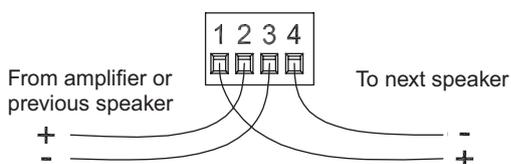

Abbildung 10: Verkettungskonfiguration
2. Verkettung. Schließen Sie das Adernpaar des nachfolgenden Lautsprechers an Kontakt 1 und 4 an. Wenn ein Eingangsanschluss entfernt wird, wird der nachfolgende Lautsprecher ebenfalls getrennt. Siehe Abbildung 10.